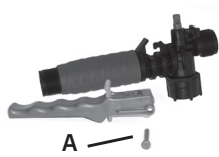

Figure 2
2) Retirez la cheville de retenue [A] (figure 2), placez l'extrémité à encoche de la cheville sur une surface dure et poussez vers le bas. Retirez la cheville de retenue et glissez pour sortir la poignée de la soupape